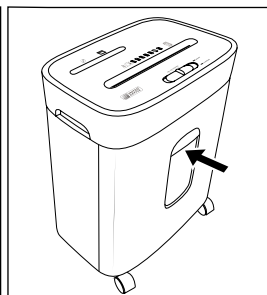

Fig. 4
- ◆ Inserire completamente il contenitore di raccolta grande **13** nella base dell'apparecchio **15** (vedi Fig. 4).